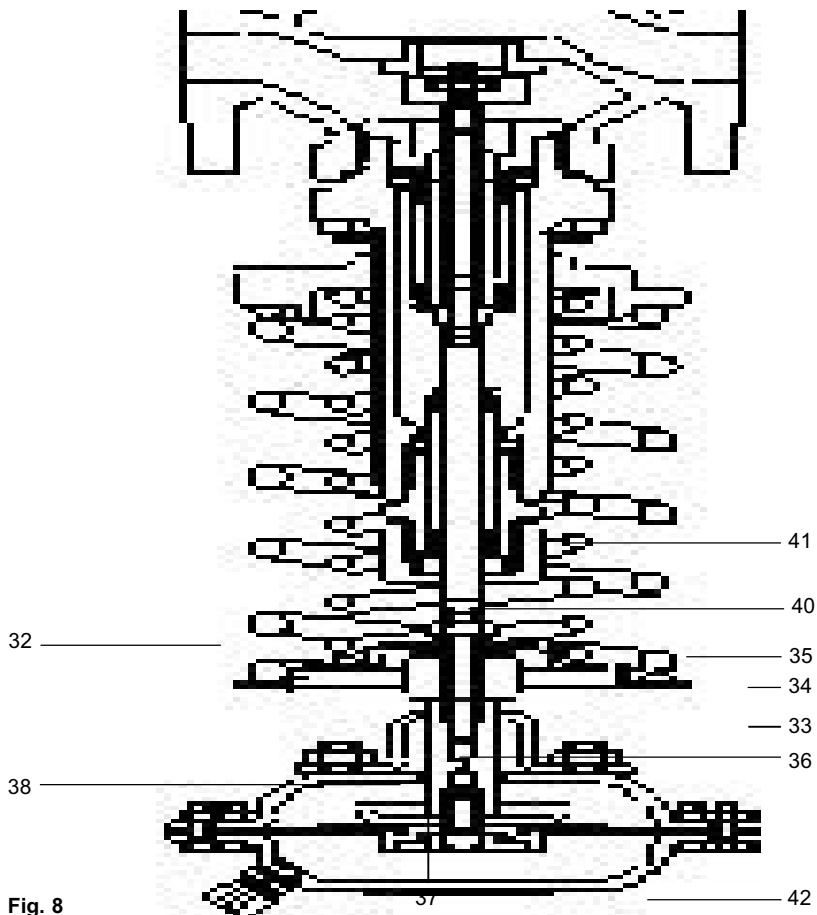

Fig. 8
3.4.1 Att byta ut ställdonets membran och tätningsring (Fig. 8)